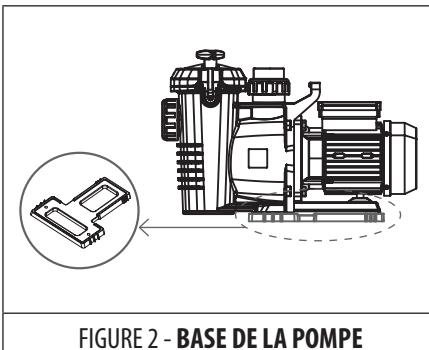

FIGURE 2 - BASE DE LA POMPE
- Si nécessaire, utilisez la base pour éléver la pompe au niveau des conduites existantes. (FIGURE 2).